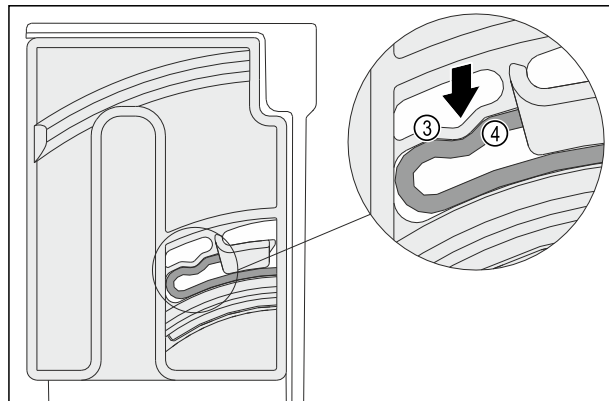

Fig. 153
- ▶ Elastični element *Fig. 153 (3)* vrtljive enote se slišno zaskoči v okroglo obliko rebra *Fig. 153 (4)*.